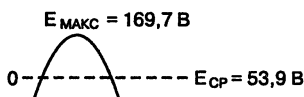

Рис. 3.3. Нахождение среднего значения напряжения
**Среднее значение полуволны выходного напряжения можно определить, умножая амплитудное значение на коэффициент 0,318 (рис. 3.3).**